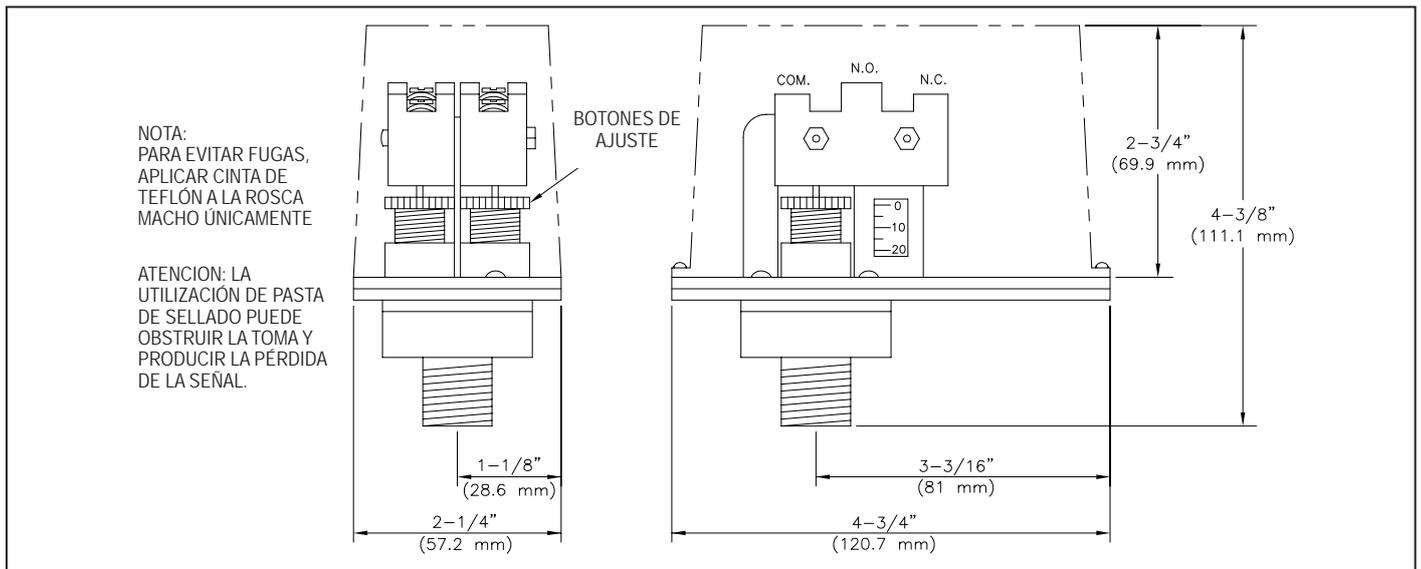

Figura 26
2. Al instalar el presostato aplicar una pequeña cantidad de cinta de teflón únicamente sobre las roscas macho (Figura 26). Instalar el presostato en un accesorio de tubería de 1/2" (15 mm). Utilizar una llave sobre la tuerca de apriete. No apretar en exceso: